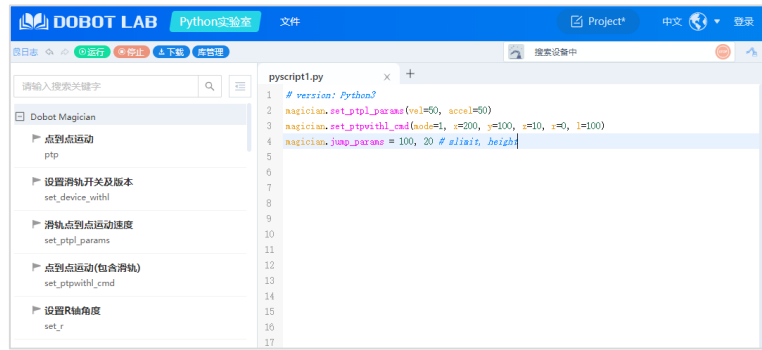

图 4.9 进入 DobotLab
**步骤 3** 在浏览器中输入 <https://dobotlab.dobot.cc/>，进入 DobotLab，如图 4.9 所示。选择相应设备连接后，Magician Go 的状态指示灯绿色常亮，利用积木编程、Python 编程以及控制面板等使 Magician Go (和 Magician Lite) 动起来。